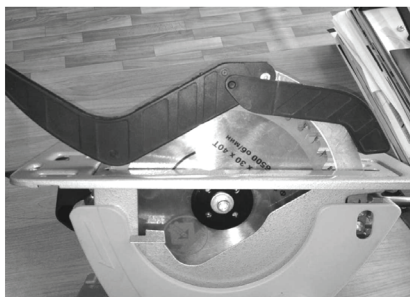

рис. 5
-затем установите вторую часть пластмассового кожуха (рис. 5);